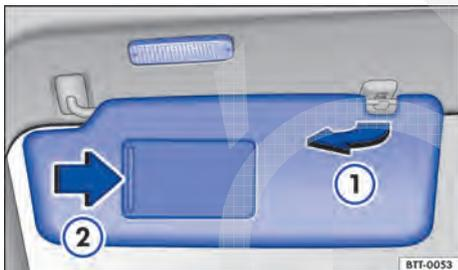

Fig. 81 Para-sol.
- Retirar do suporte e girar na direção das portas → Fig. 81 ①.
No para-sol rebatido para baixo há um espelho de cortesia atrás de uma cobertura. Ao abrir a cobertura → Fig. 81 ② uma lanterna se acende.